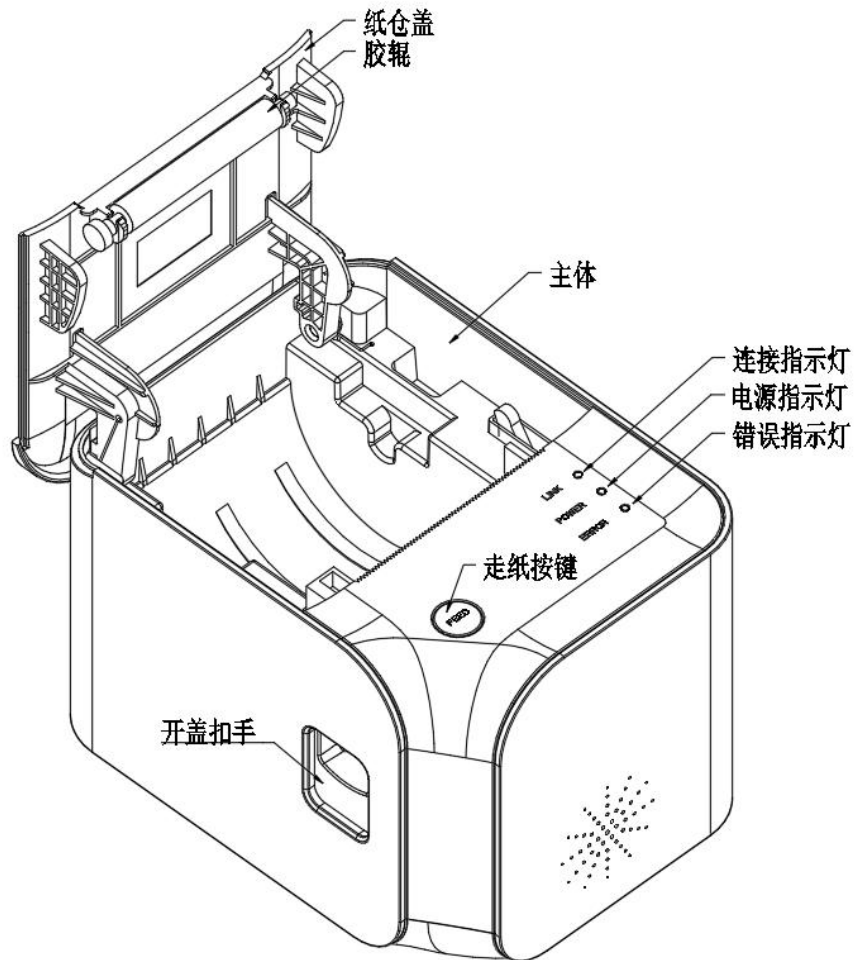
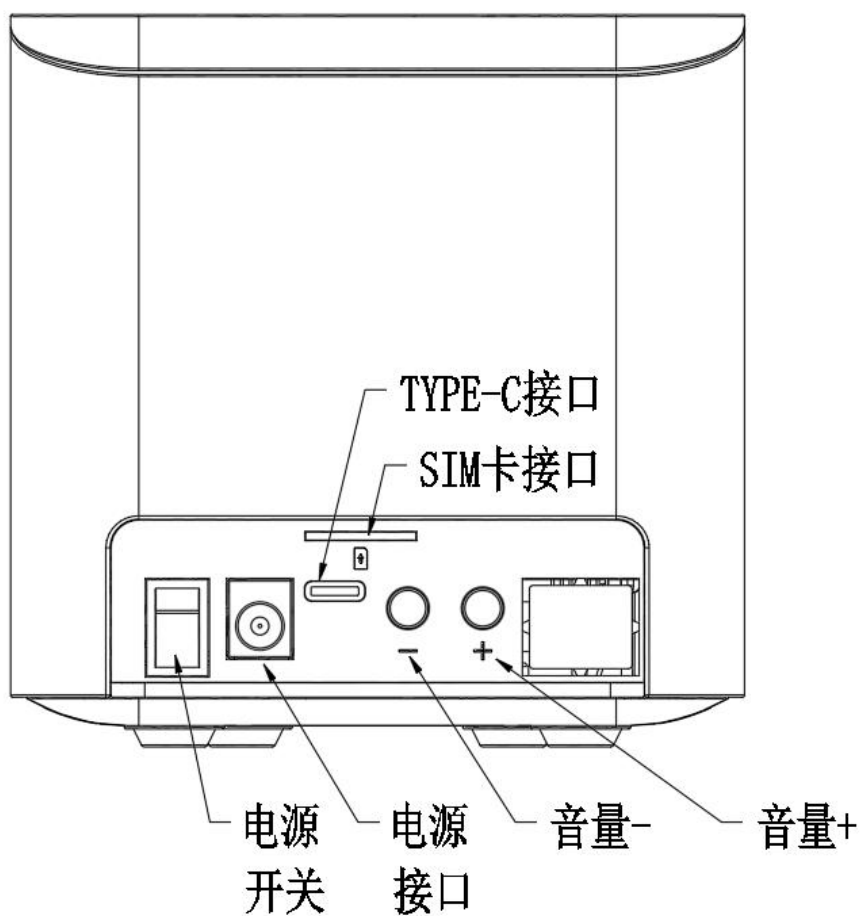

图 2-1-1 打印机外型
图 2-1-2 打印机外型（后视图）
打印机外型 如图 2-1-1，图 2-1-2。
1、当机头内无纸时，请不要按【FEED】键，以免影响打印头寿命。如图 2-1-1，将开盖扣手向下按压，打开纸仓盖即可换纸。
如图 2-1-2，打印机有【音量+】和【音量-】两个按键，可实现扬声器语音音量大小调节，打印机正常工作状态下，每按一下按键，音量增加或减小一个档位，同时有语音提示。